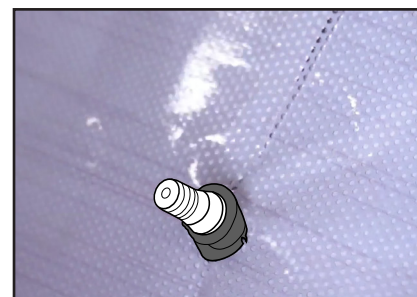

Figure 08
► Réaliser une petite ouverture dans le complexe à l'aide du cutter afin de pouvoir faire passer l'axe du moteur d'essuie glace. (FIG. 08)